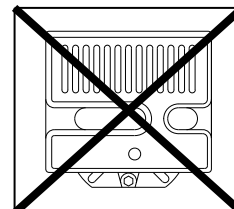

Fig. 8
- El quemador está preparado exclusivamente para funcionar en las posiciones 1, 2, 3 y 4 (Fig. 8).